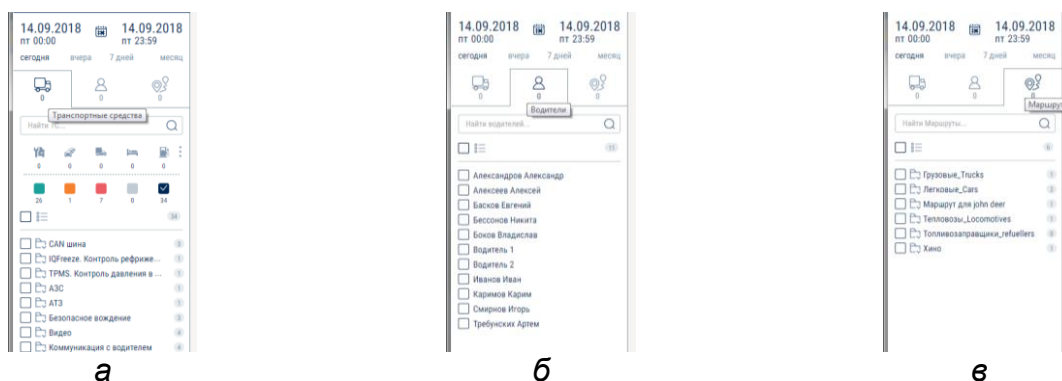

Рисунок 1.8 – Выбор вкладок:
2. Откройте вкладки «Транспортные средства», «Водители», «Маршруты» (рисунок 1.8).